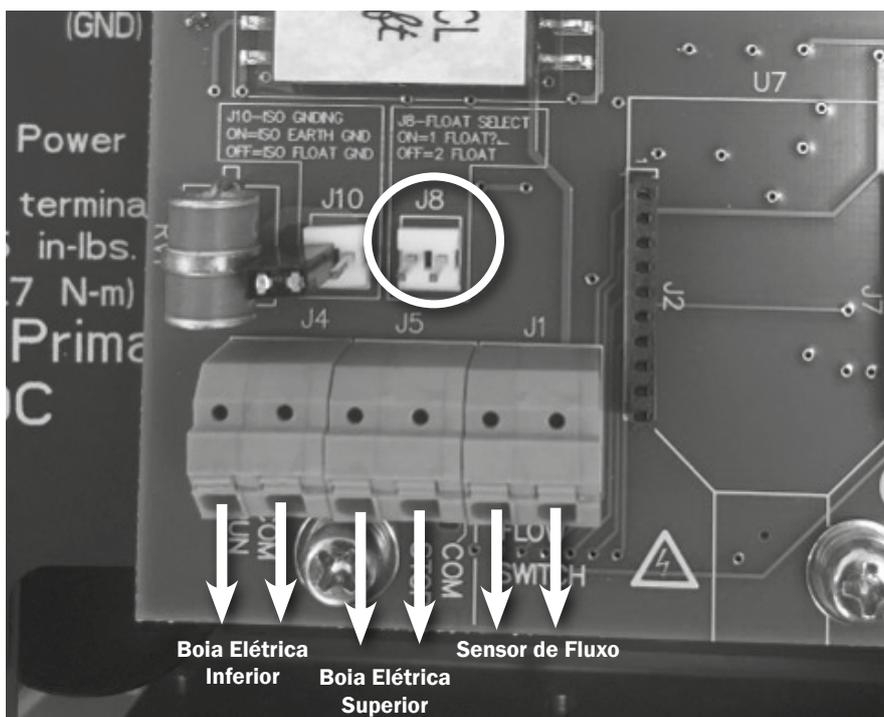

Figura 13: Funcionamento com 2 boias elétricas
- Retire o conector (J8) indicado na Figura 13;